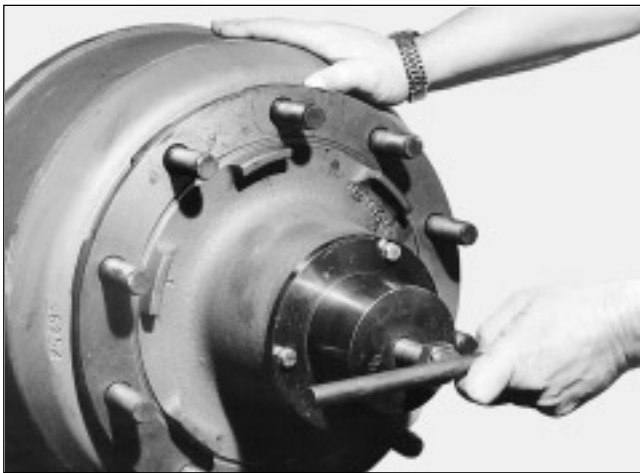

FIG. 4
- Retirez l'ensemble moyeu et tambour en faisant très attention de ne pas laisser tomber le roulement interne qui se trouve dans le moyeu. En cas de problème lors de la dépose du moyeu, il est possible de faire appel à l'outil de dépose N° 21200141 qui est illustré à la Fig. 4.